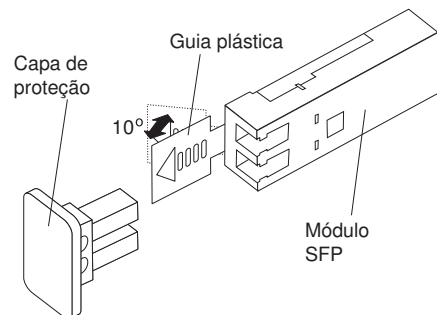

Figura 32. Destravando um Módulo SFP - Guia Plástica
- a. Destrave o módulo SFP puxando a guia plástica para baixo em 10° (consulte a Figura 32).